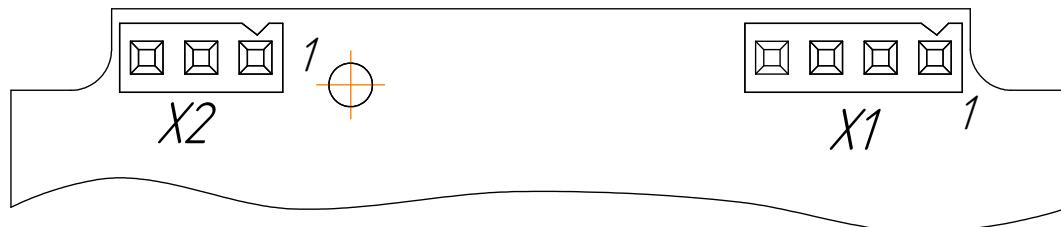

Рисунок 4.1 – Нумерация контактов разъемов
- е) проверить достаточность автоподстройки, для чего измерить напряжение (Uизм, мВ) между контактами 3 и 4 разъема X1 (см. рисунок 4.1) и проверить выполнение условия: